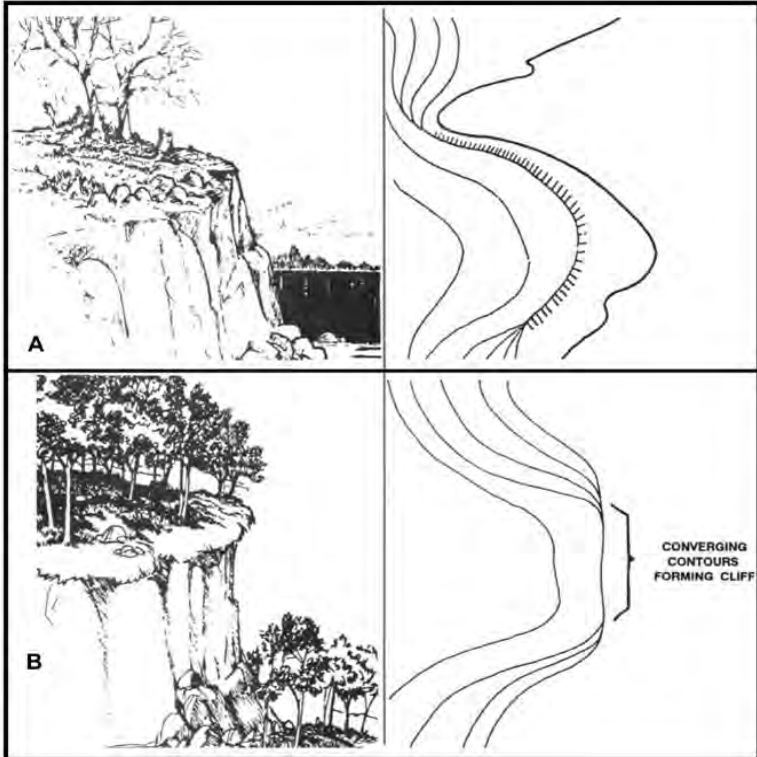

Figure 071-COM-1001-9. Cliff.
a. Identify a cut (Figure 071-COM-1001-10).